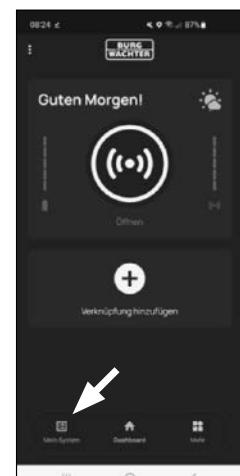

Fig. 4
- ⑦ L'écran principal de l'application *BURGsmart* apparaît. Ouvrez le menu « Mon système » en bas à gauche (Fig. 4).